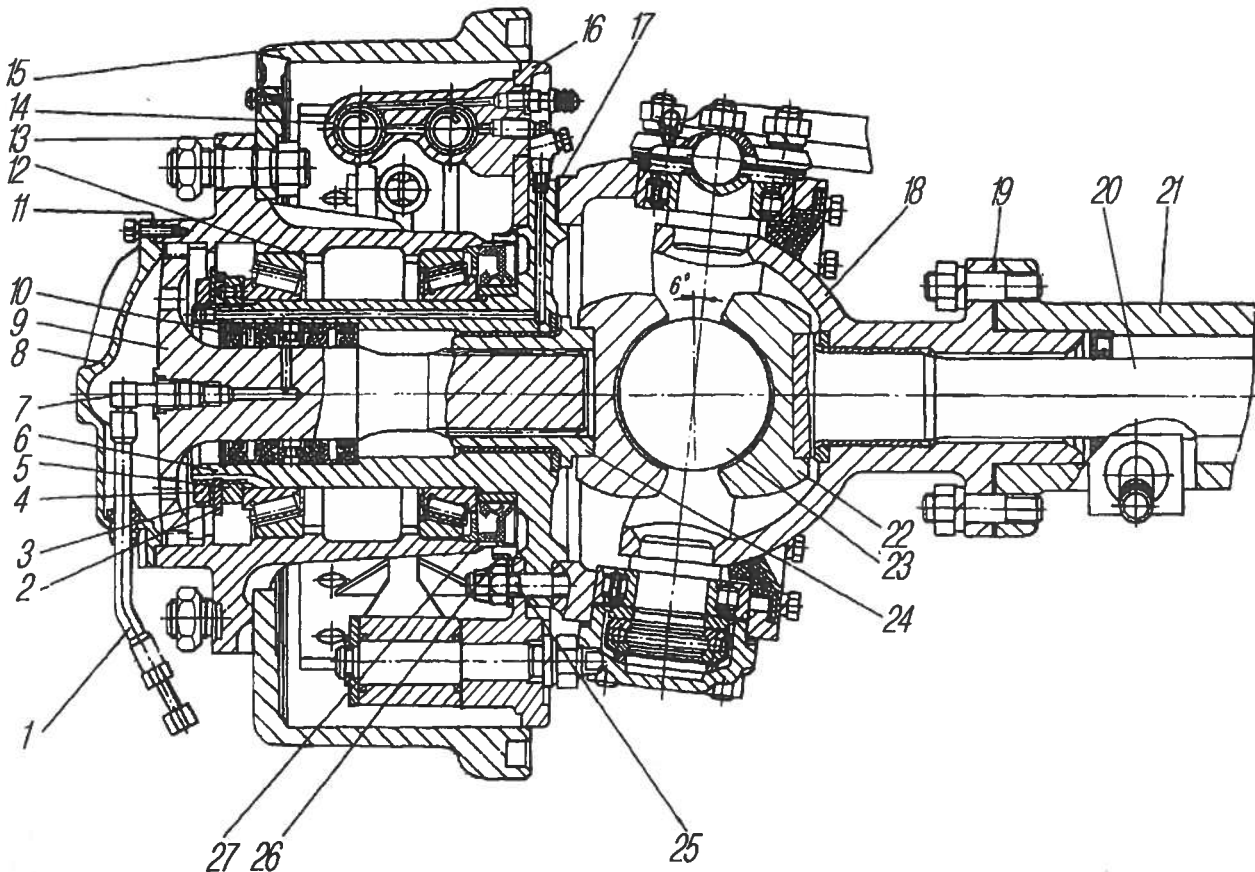
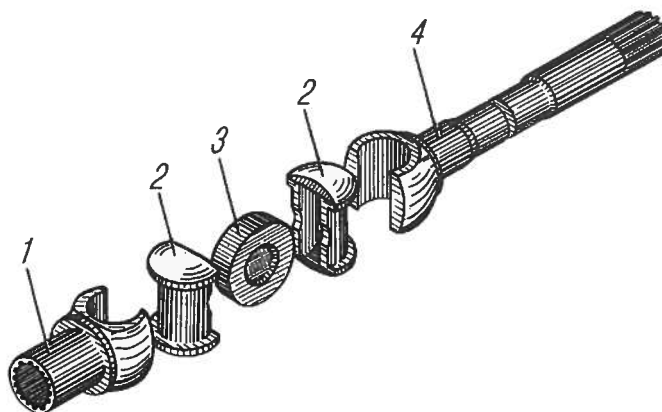

Рис. 36. Привод к управляемым колесам переднего ведущего моста:
Рис. 37. Шарнир равных угловых скоростей:
**Передний мост** автомобиля ведущий, управляемый. Конструкция привода к управляемым колесам переднего ведущего моста показана на рис. 36. Крутящий момент на передние ведущие колеса передается через полуоси и шарниры равных угловых скоростей (рис. 37).